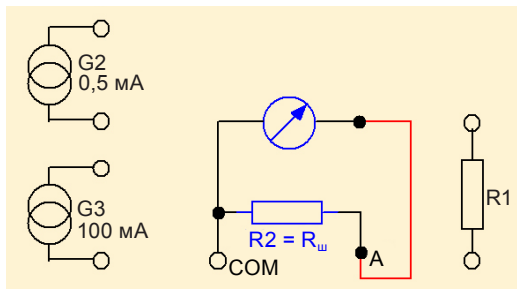

Рис. 6. Подключение резистора  $R_2$  для расширения диапазона измерения амперметра
12. Для расширения диапазона измерения подключить резистор  $R_2$  (шунт) параллельно входу амперметра (рис. 6).